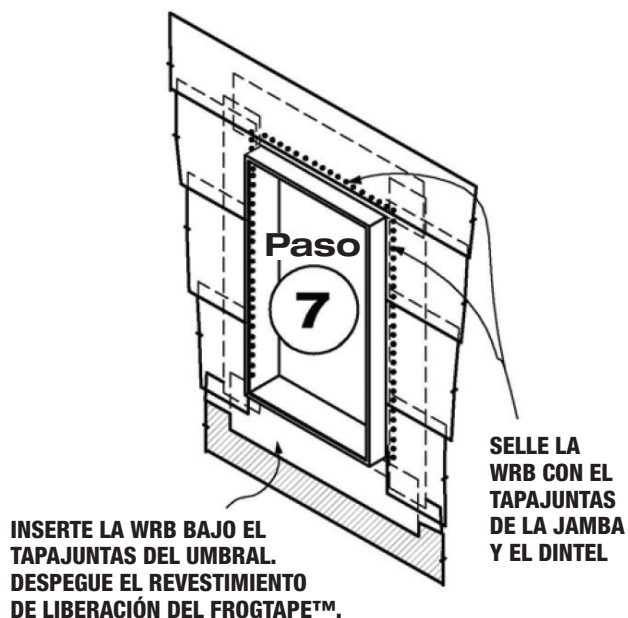

Figura 8 Install WRB and seal around perimeter.
Paso 7. Instale la WRB a modo de teja desde la parte inferior de la pared hasta la parte superior. Inserte la WRB debajo de la banda de FrogTape Pro Grade Flashing Tape aplicada al alféizar. Despegue el revestimiento de liberación restante de FrogTape Pro Grade Flashing Tape y adhiéralo a la WRB. Selle los bordes de la WRB con la cinta FrogTape Pro Grade Flashing Tape a lo largo de las jambas y el cabezal de la ventana (ver la Figura 8).